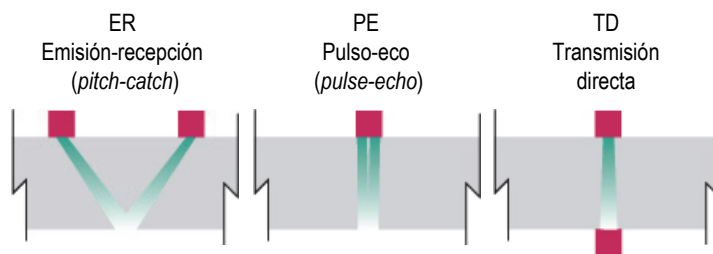

Figura 6-1 Opciones de los modos de emisión-recepción
2. A partir de la lista **Ajustes UT > Emisor > modo Tx/Rx**, seleccione el modo de emisión/recepción deseado (se ilustra en la Figura 6-1 en la página 166).